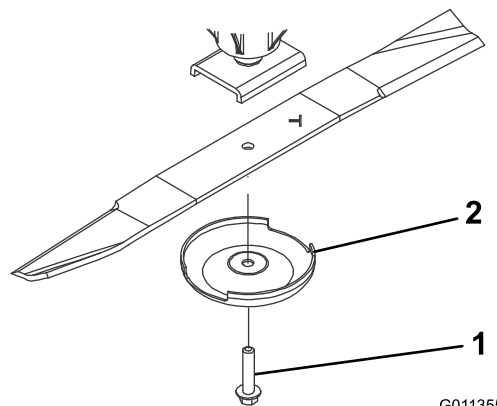

Figure 103
- Enlevez le boulon, la coupelle de protection et la lame de l'axe de pivot (Figure 103).